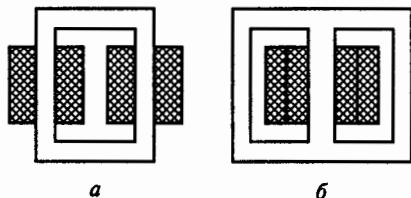

Рис. 171
**6.3.** Какие трансформаторы изображены на рис. 171?
2. На рис. 171, а стержневого типа, а на рис. 171, б броневого.
3. На рис. 171, а броневого типа, а на рис. 171, б стержневого.